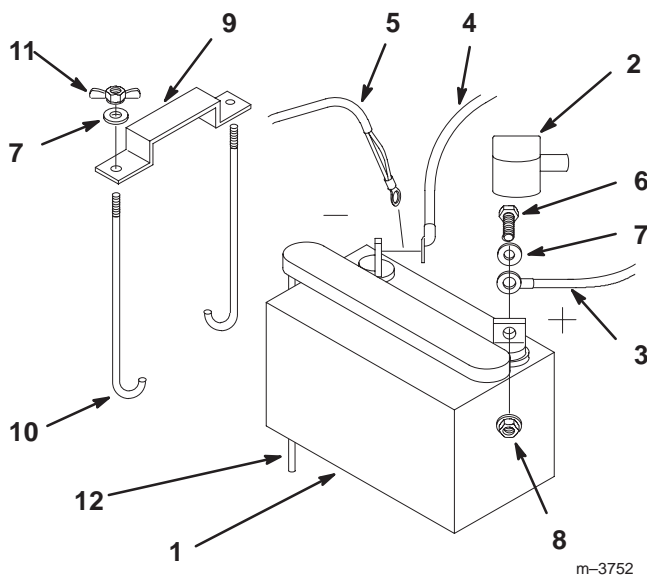

Figure 8
1. Placez la batterie dans son support en tournant les bornes vers le moteur (Fig. 8).
4. Fixez les câbles à l'aide de 2 boulons (1/4 x 3/4 pouce), rondelles (1/4 pouce) et contre-écrous (1/4 pouce) (Fig. 8).
6. Fixez la batterie en position avec des boulons en J, un étrier de fixation et 2 rondelles (1/4 pouce) et 2 écrous papillons (1/4 pouce) (Fig. 8).